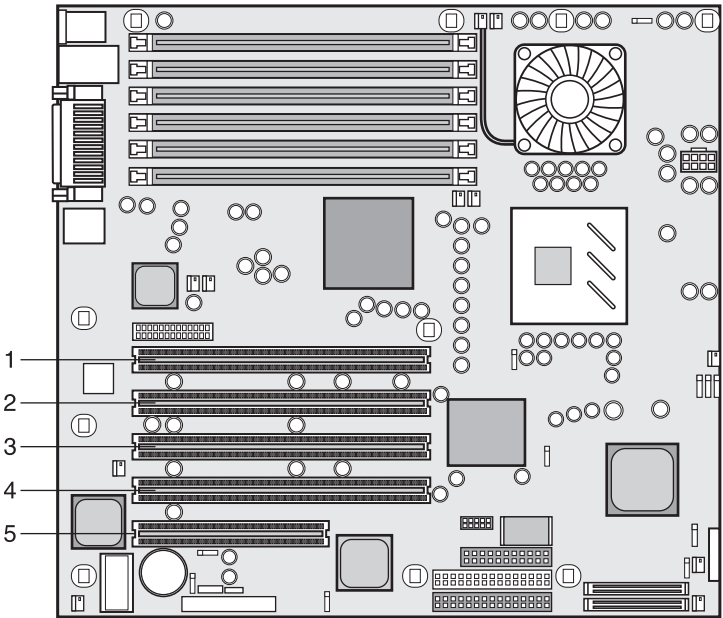

Figura 2-21: Ranuras para accesorios
7. Identifique el número de ranura para accesorio que va a utilizar. Consulte la figura 2-21. (Debe introducirse una tarjeta ZCR RAID en la ranura PCI 2 (de color verde)).